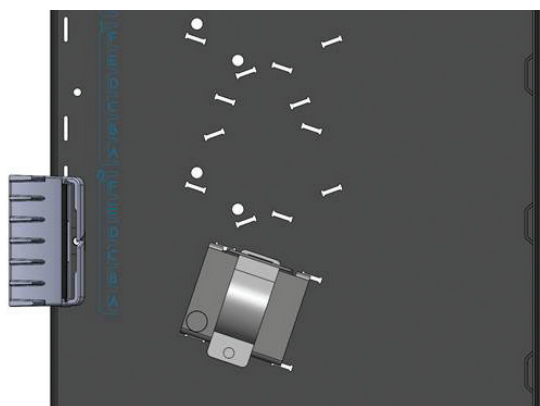
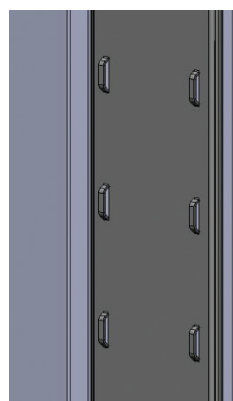

Figura 1
Figura 2
**Malla Troncal Posterior (Parte del Marco):** La Malla Troncal Posterior es un sistema de montaje basado en una rejilla para el cableado troncal en la parte posterior del Marco HDF3168. Cada Cubierta tiene un punto específico en la malla de montaje para aceptar los Juegos de Abrazaderas de Cable con el fin de sujetar adecuadamente el cable troncal de fibra ya sea por encima o por debajo del enrutamiento. Las Guías de Enrutamiento (Figura 1) proporcionan un soporte y guía adecuados para una instalación conforme al radio de curvatura. Las lanzas de la pared lateral (Figura 2) están ubicadas de manera uniforme para fijar el cableado troncal de fibra dentro del marco.